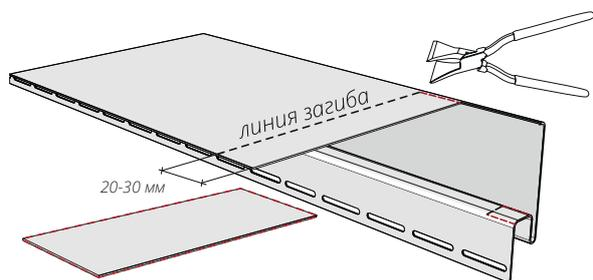

Рисунок 53
**15.8** Подогните лепестки (рис. 53, 54) используя клещи под угол  $90^\circ$ .